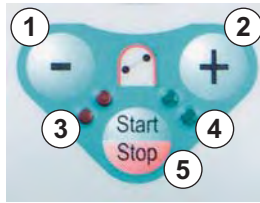

Рис. 3-9 Кнопки управления насосом крови
Кнопка – (Рис. 3-9, ①) и **Кнопка +**, (②) понижают или повышают расход подачи насоса крови.